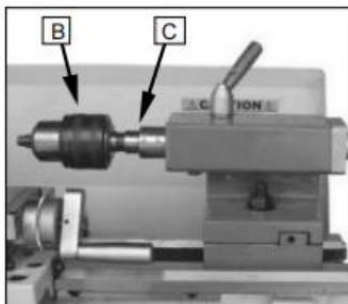

Fig. 28
utilizzare il mandrino per sostenere le punte di centratura e le punte elicoidali nel calcio di coda- (B) (Fig.28)